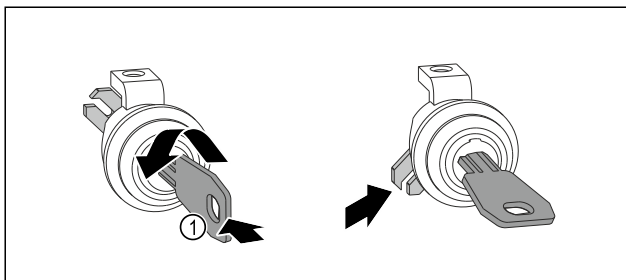

Fig. 14
- Sleutel Fig. 14 (1) insteken en draaien.